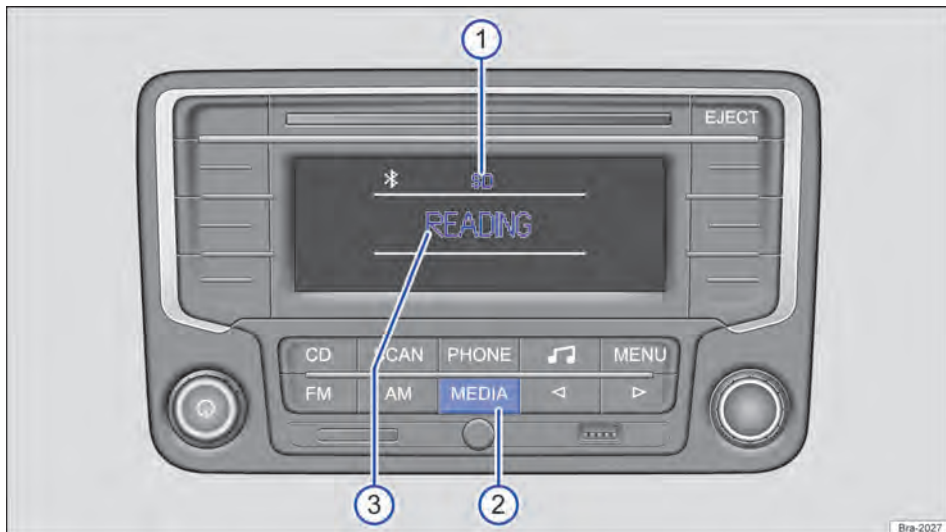
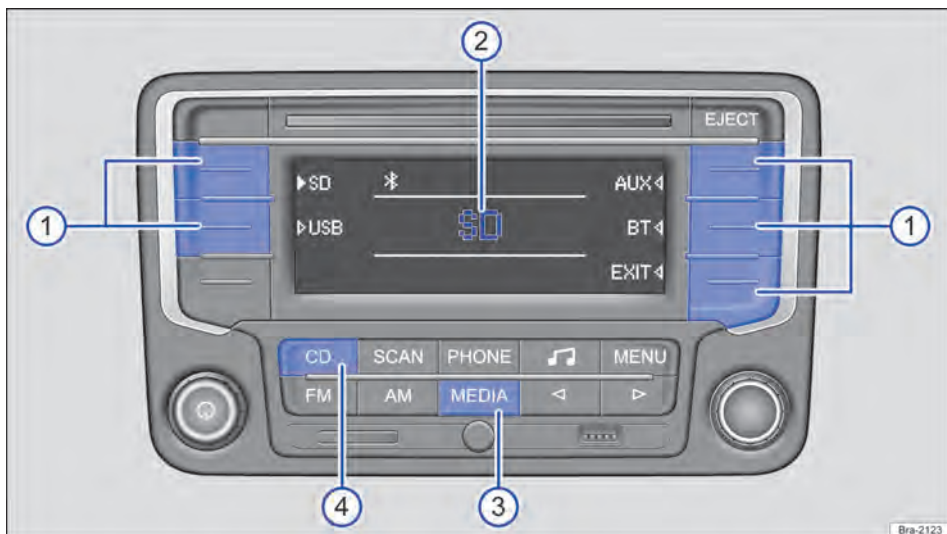

Fig. 132 Exemplo de exibição na operação de mídia: o rádio lê arquivos de um cartão SD.
Fig. 133 Exemplo de exibição na operação de mídia: a reprodução da última fonte de mídia tocada é continuada, outras fontes de mídia são selecionáveis.
Na operação de mídia podem ser selecionadas e controladas diferentes fontes de mídia. Para trocar para a operação de mídia, pressionar brevemente o botão do aparelho **[MEDIA]** → Fig. 132 ②.
Se a última fonte de mídia tocada ainda estiver conectada, a reprodução dessa fonte de mídia será automaticamente continuada e na troca para a operação de mídia ela será brevemente exibida no centro do display → Fig. 133 ②.
Na operação de mídia em execução, a fonte de mídia selecionada sempre será exibida na parte superior central do display → Fig. 132 ①.
Todas as fontes de mídia selecionáveis → Página 160, *Selecionar as fontes de mídia* são exibidas na área lateral do display → Fig. 133. Em algumas situações de operação, por exemplo, enquanto o rádio lê uma fonte de mídia, nenhuma fonte de mídia é selecionável → Fig. 132.
No centro do display é exibido o status atual da fonte de mídia, por exemplo, **READING**, enquanto o rádio lê uma fonte de mídia → Fig. 132 ③, informações sobre a faixa → Página 162 ou mensagens de erro:
Iniciar a operação de mídia → Página 159, *Menu principal MEDIA*. Se a última fonte de mídia tocada ainda estiver conectada, a reprodução dessa fonte de mídia será automaticamente continuada e na troca para a operação de mídia ela será brevemente exibida no centro do display → Fig. 133 ②.
Nas áreas laterais do display são exibidas todas as fontes de mídia selecionáveis → Fig. 133. Selecionar a fonte de mídia desejada da seguinte maneira:
- Pressionar brevemente o botão de função programado com a fonte de mídia desejada → Fig. 133 ①.
- **OU:** pressionar o botão do aparelho **MEDIA** tantas vezes necessárias até que seja exibida a fonte de mídia (exceto CD) → Fig. 133 ③.
- **OU:** pressionar o botão do aparelho **CD** para reproduzir um CD da unidade de CD interna → Fig. 133 ④.